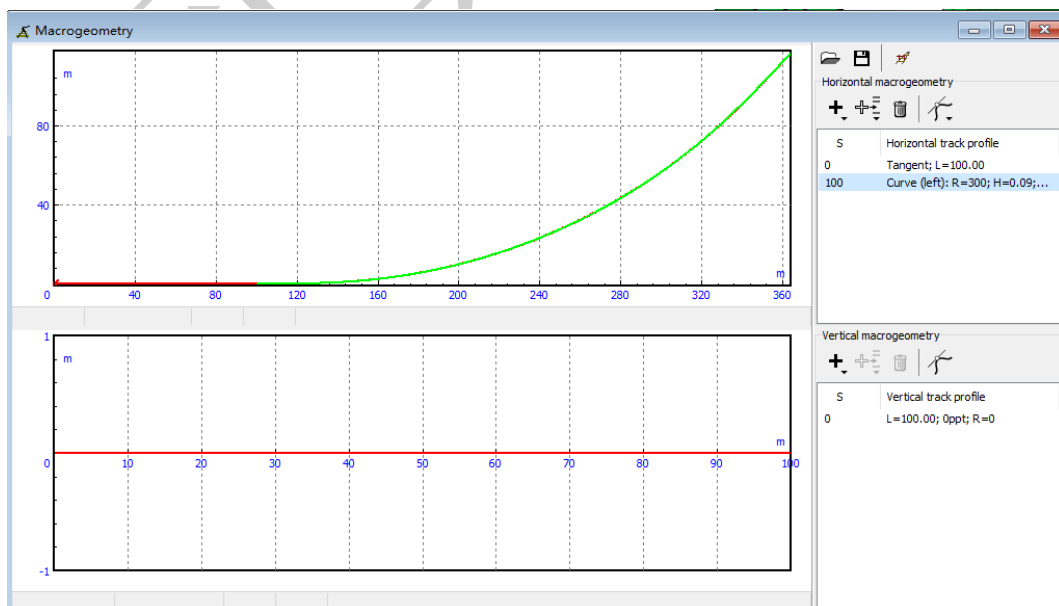

图 1.11
2. 窗口界面由上下两部分组成，其中上部用于描述铁路平面曲线，下部用于描述纵断面。在上部窗口右侧点击 **+** 按钮，选择 **Add curve**，添加一段标准曲线（缓和曲线-圆曲线-缓和曲线），如图 1.11 所示。
3. 曲线半径默认为 300m，在图 1.11 中双击 **Curve** 一栏，弹出曲线参数页面。修改曲线半径为 **600m**，点击 **Apply**。